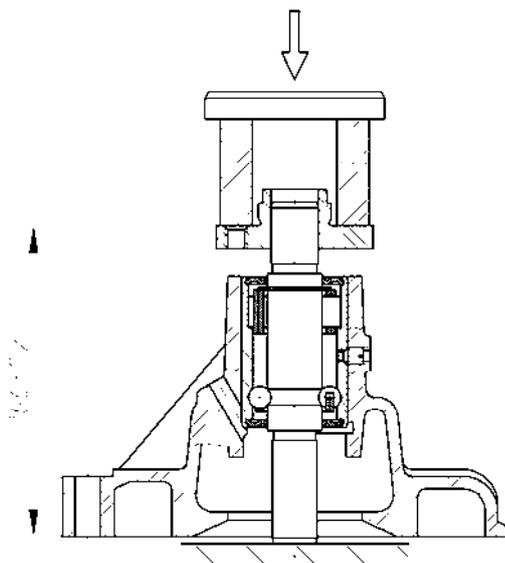

Abb. 96. Aufpressen der Riemenscheibennabe Wasserpumpe
- Pumpenradnabe auf die Lagerrolle drücken, dabei die Nabe misst  $(106,0 \pm 0,2)$  mm (Abb. 96);